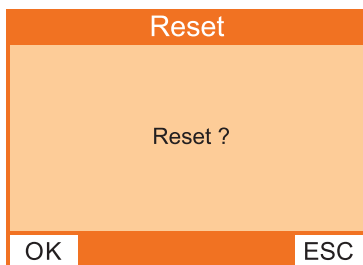

Fig. 14 : **Reset** – Vue initiale
3. Appuyez sur la touche Menu. La vue initiale **Reset** apparaît (fig. 14).